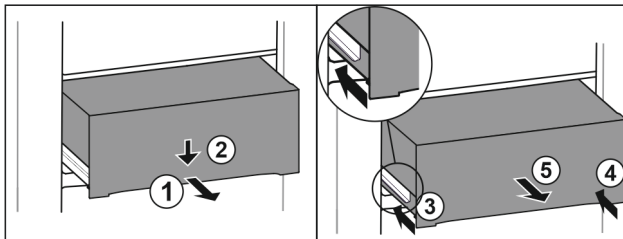

Fig. 208
- ▶ Ištraukite stalčių iki pusės. Fig. 208 (1)
- ▶ Paspauskite priekinėje pusėje esantį stalčių žemyn. Fig. 208 (2)
- ▶ Įstumkite kairįjį bėgelį maždaug 2 cm. Fig. 208 (3)
- ▶ Įstumkite dešinįjį bėgelį maždaug 2 cm. Fig. 208 (4)
- ▶ Išimkite stalčių į priekį. Fig. 208 (5)